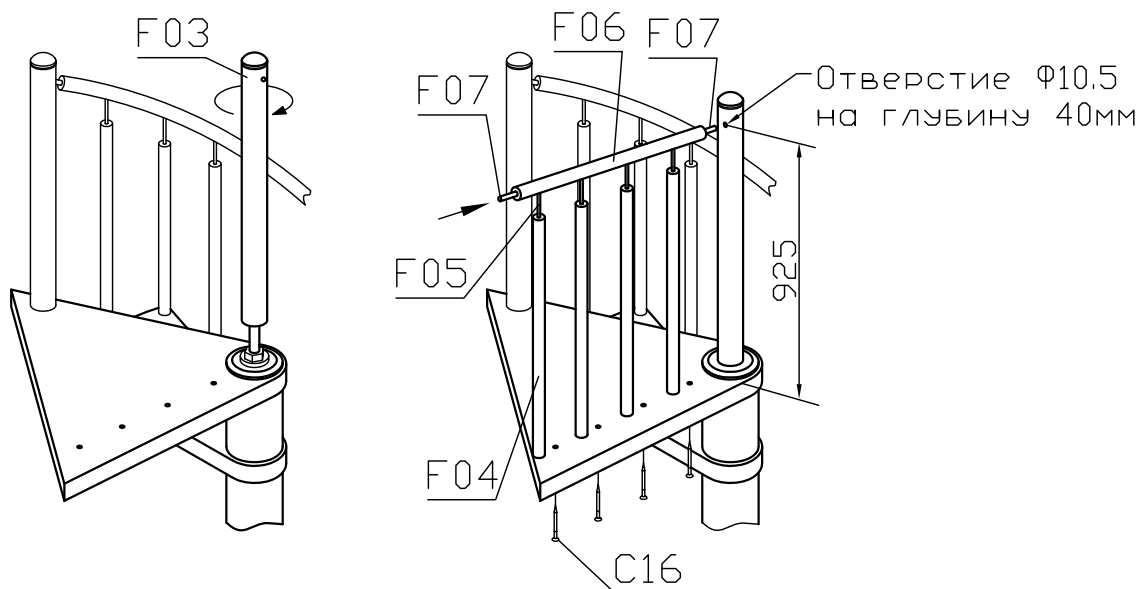

Рис.10
2.8.2 Просверлите в центральном столбе со стороны будущего поручня на высоте 925мм от площадки отверстие диаметром 10,5мм на глубину 40мм. См. Рис.10.
2.8.5 В боковое отверстие центрального столба выдавите немного герметика, вставьте трубку поручня до упора и прикрепите балясины к площадке саморезами 6.3x100 (C16). См. Рис.10.